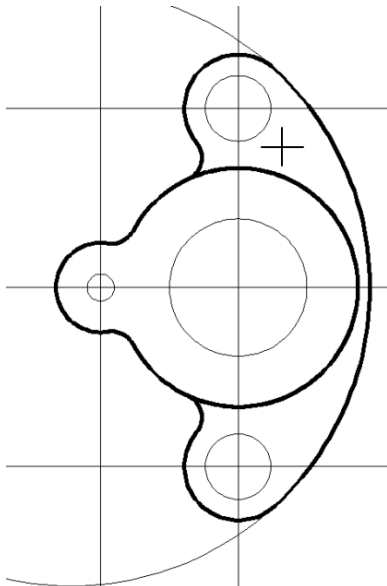
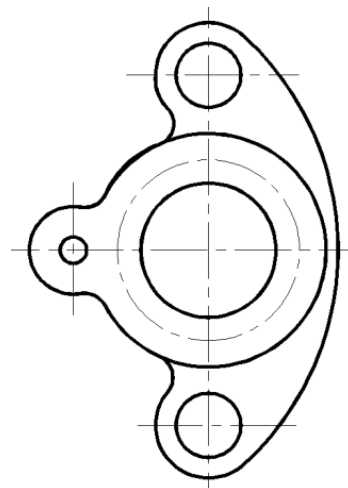

Рисунок 8.6 – Результат обрізки
Рисунок 8.7 – Створення
7. Виконати обрізку зайвих ліній (рис. 8.6), використовуючи команду **ОБРЕЗАТЬ**. Сформувати основний контур (рис. 8.7).